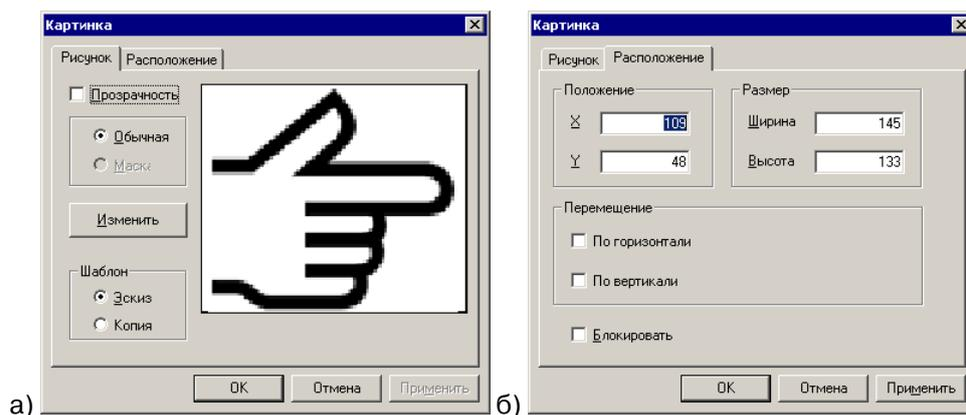

Рисунок 52
- Выделить требуемый элемент и выбрать команду «Свойства» контекстного меню или нажатием кнопки «Свойства» (F4) панели инструментов главного окна, или щелкнуть два раза подряд левой кнопкой мыши на требуемом рисунке. Откроется окно «Картинка» (см. рис. 52)